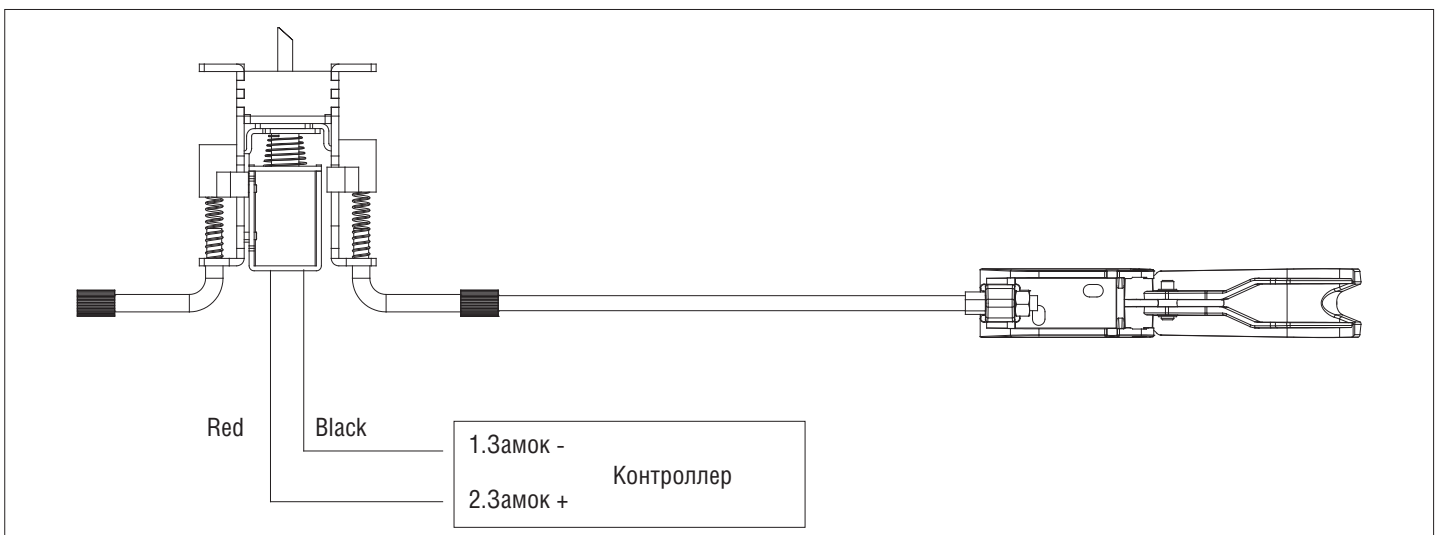

Рис. 13
2. Отрегулируете угол открытия ручной разблокировки, натяните трос отверткой (рис. 13).
3. Подсоедините ручную разблокировку к замку, закрепите ее вне корпуса привода (рис. 13).
4. Подсоедините замок к контроллеру (рис. 13).